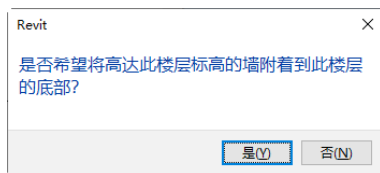

图 10-35 提示对话框
(6) 单击“模式”面板中的“完成编辑模式”按钮, 弹出如图 10-35 所示的“Revit”提示对话框，单击“是”按钮，完成基础底板的添加。基础底板将添加到其所在的标高之下。